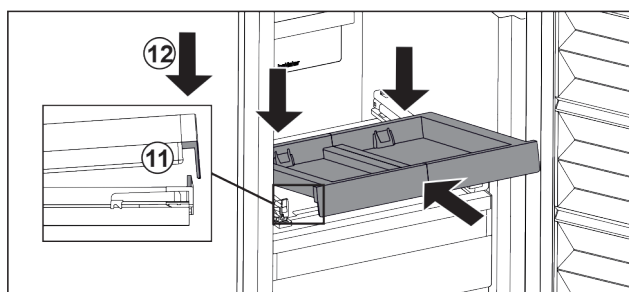

Fig. 26
- ▶ Wsunąć pod skosem. Zwrócić uwagę, aby ogranicznik znajdował się po obu stronach za nakładką. Fig. 26 (11)
- ▶ Osadzić wysuwana półkę z przodu. Fig. 26 (12)